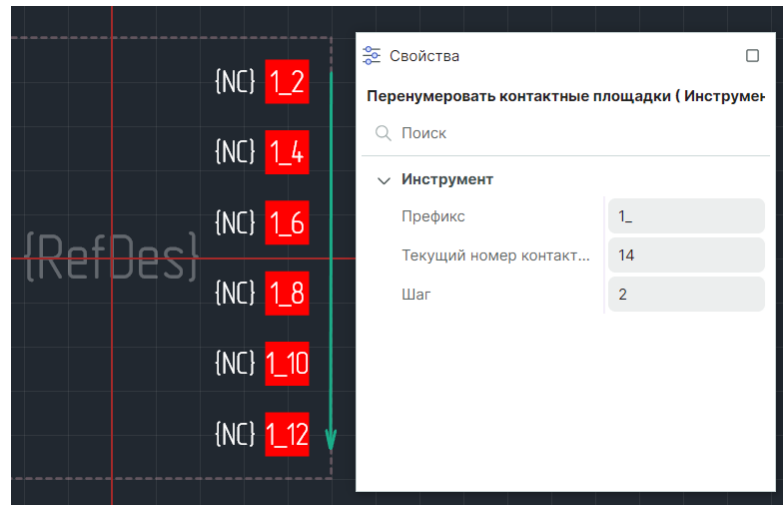

Рис. 140 Последовательное переименование контактных площадок
5. Последовательно переименуйте соответствующие контактные площадки, перемещая курсор, см. Рис. 140.